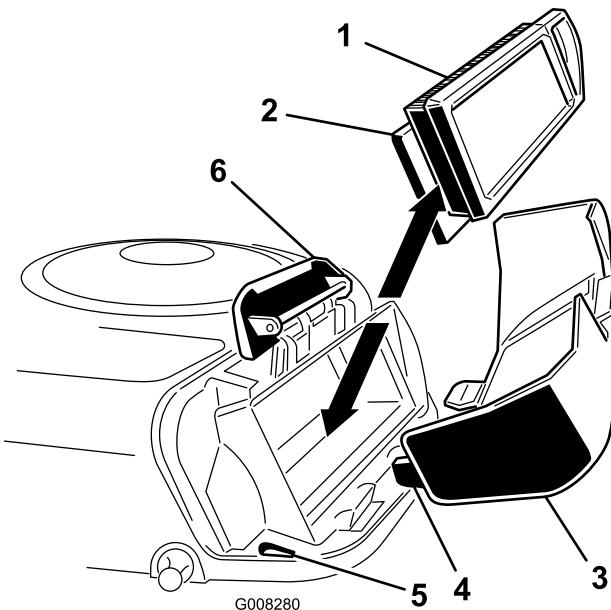

Figura 21
4. Deslice cuidadosamente el filtro de papel y el filtro de gomaespuma para retirarlos de la carcasa del soplador (Figura 21).
- Alinee las pestañas de la tapa del limpiador de aire con las ranuras de la carcasa del soplador (Figura 21). Enganche el asa en la tapa y empuje hacia abajo el asa para fijar la tapa.